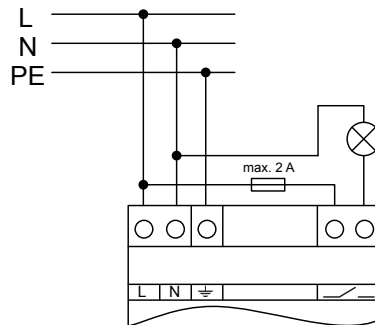

Bild 5: Användningsexempel – signallampa för optisk driftindikering
- Anslut signalenheten enligt anslutningsexempel (Bild 5).